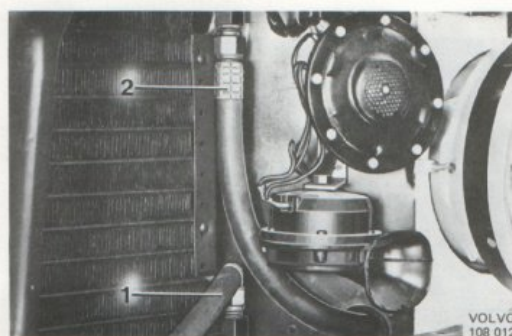

Bild 69. Kondensor monterad (140)
2. Trä ner kondensorn framför kylaren och skruva fast konsolerna i framstycket. OBS! Den grövre slanganslutningen vänds uppåt (bild 69).